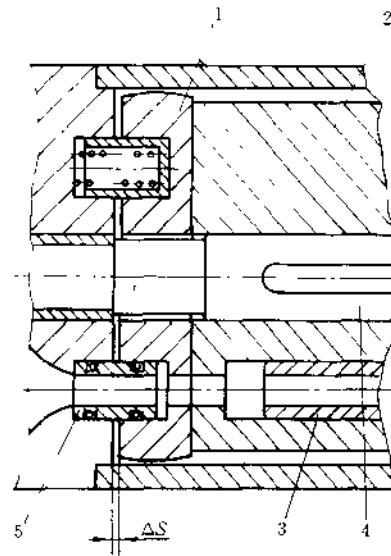

图 10.4-5 浮动配流盘结构
**浮动配流盘** 见图 10.4-5。以配流盘 1 与过流套 5 的相对浮动进行自动补偿。